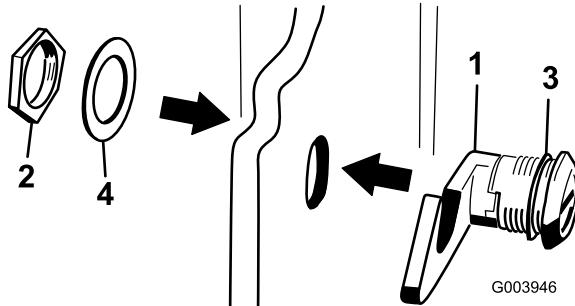

Figura 18
- Togliete il dado dal gruppo fermo del cofano (Figura 18).